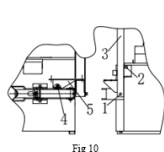
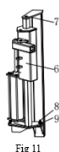

Fig 10
Fig 11
2. Installez la colonne (3) à l'aide des vis (1) et (2) ; installez le support du bras auxiliaire (5) à l'aide de la vis (4) ; (Fig. 10)
3. Installez le bras auxiliaire (6) avec l'écrou (7) et la vis (9), puis serrez les pièces (4), (7), (8) et (9) (Fig. 10, Fig. 11) ;